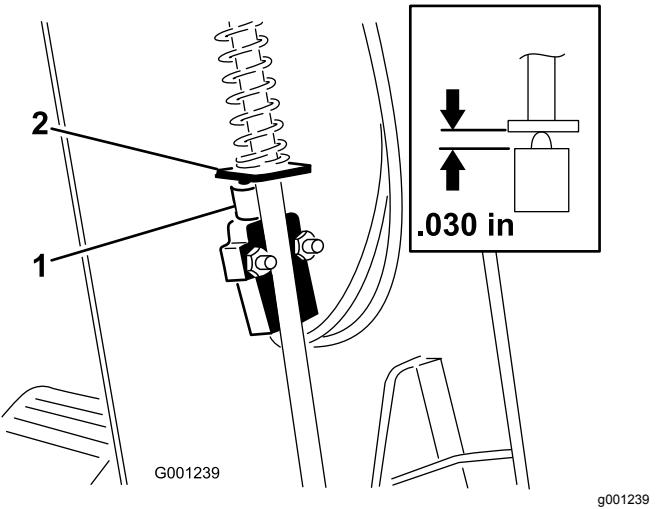

Bild 71
3. Schieben Sie die Abdeckung auf der Lenkrolle nach oben, um den Schalter für die Feststellbremse freizulegen (Bild 71).
5. Richten Sie die Schaufel der Feststellbremsstange mit dem Schalterkolben aus (Bild 71).
6. Drücken Sie die Feststellbremsstange nach unten und den Schalter nach oben, bis die komprimierte Länge des Schalterkolbens 0,7 mm beträgt; siehe Bild 71.